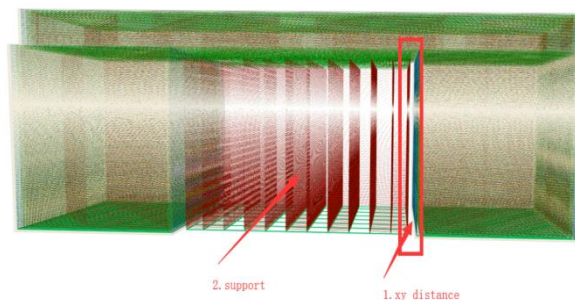

图 28, 切片后(加支撑)
(6) 支撑与模型 XY 平面间距 (单位 mm): 即支撑距离模型指定的横向平面的间距, 如图 28。此间距决定支撑离模型的距离, 太近会不好去除, 太远了会造成支撑区域缩小而出现悬垂, 默认值是经测试过的较好的一个值, 一般情况可无需调整。若有更高打印要求的用户, 建议按照 0.3mm 梯度增加或减少。